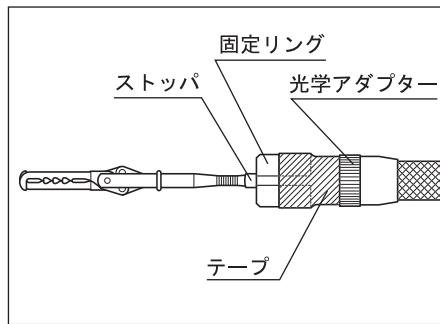

図 3.7
6. アリゲータユニットの先端側に付いている固定リング上のストッパーが、スコープ先端部の光学アダプタに突き当たるまで挿入し、テープで固定リングと挿入部先端部を固定します。(図 3.7 参照)